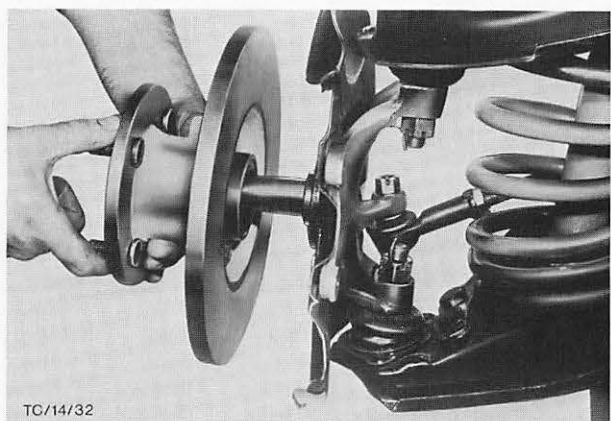

Abb. 22 Vorderradnabe und Bremsscheibe kompl. abbauen.
9. Radnabe und Bremsscheibe komplett auf den Achsstummel schieben, Abb. 22. Äußeres Kegelrollenlager, Druckscheibe und Einstellmutter anbringen.